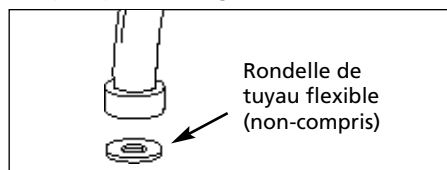

Figure 3
2. Pour réduire des fuites entre la pompe et le tuyau, placer une rondelle de tuyau flexible (pas compris) sur le raccord de tuyau avant de brancher le tuyau à la pompe (Voir Figure 3).